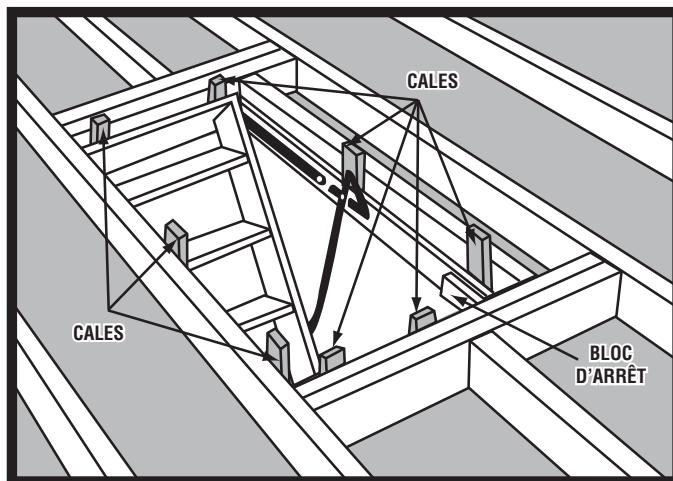

FIGURE 2
- A.** Assurez-vous que l'escalier est bien d'équerre et de niveau dans l'ouverture brute. Si le cadre de l'escalier a travaillé pendant que l'escalier était en inventaire, des clous et des blocs de bois utilisés comme cales vont le redresser. Du cintrage est normal car les pièces en bois sont soumises à une forte tension de ressort pendant un certain temps entre l'achat et l'installation (Voyez la FIGURE 2).